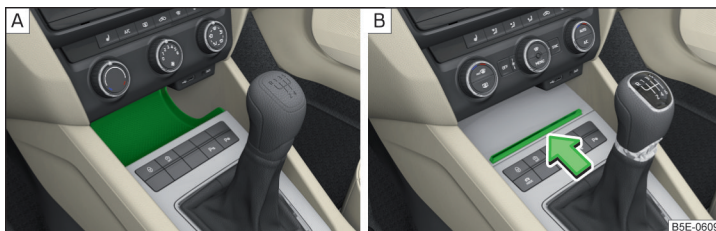

Abb. 76 Das offene Ablagefach / Ablagefach öffnen
- Zum **Öffnen** auf die Deckelkante in Pfeilrichtung drücken » Abb. 76 - **B**.
Bestimmte Modellausführungen verfügen über keinen Deckel des Ablagefachs » Abb. 76 - **A**.